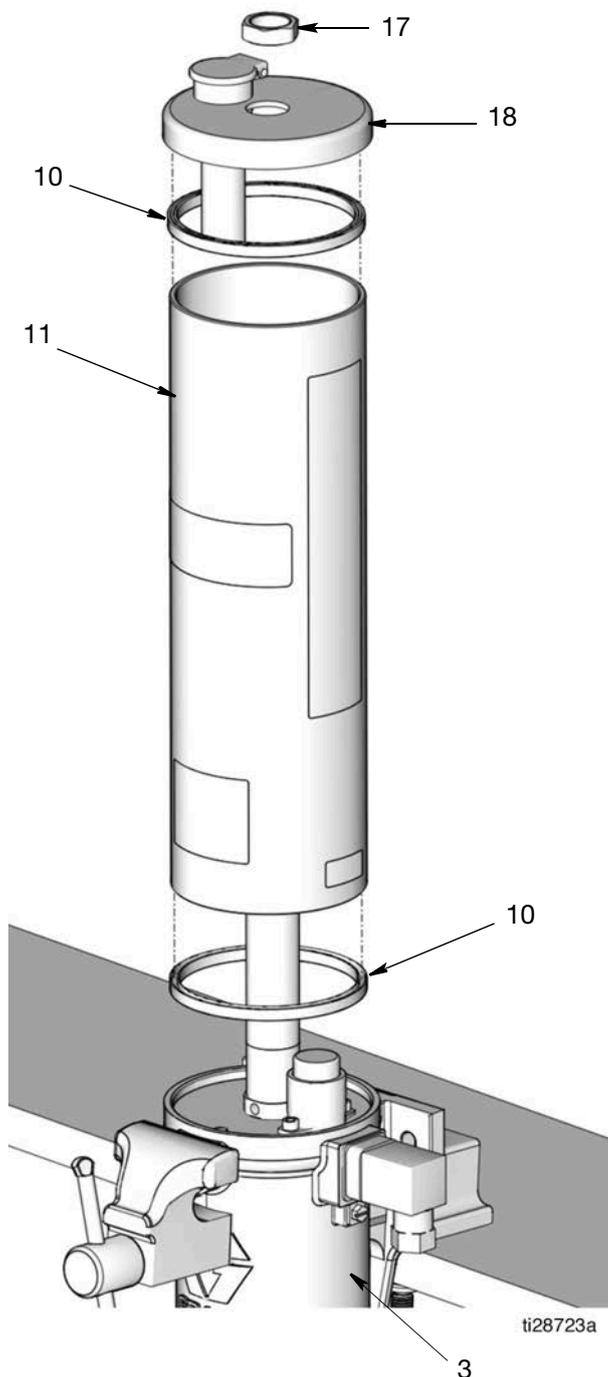

FIG. 15
- Retire la tapa (18) del depósito (11).
- Saque el depósito (11) del cilindro del motor neumático (3) (FIG. 15). Si se van a cambiar las juntas del depósito (10), desmóntelas del depósito. Deseche las juntas según la normativa para una eliminación adecuada.